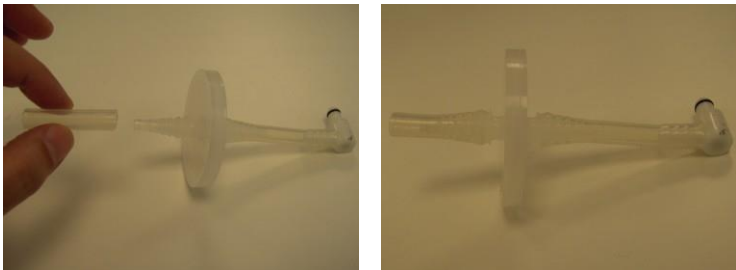

Figure 3-40. Raccordement de la partie courte du tube d'aspiration au port de sortie du filtre
4. Raccordez la partie courte du tube d'aspiration au port **Outlet** (Sortie) du filtre, comme illustré à la Figure 3-40.